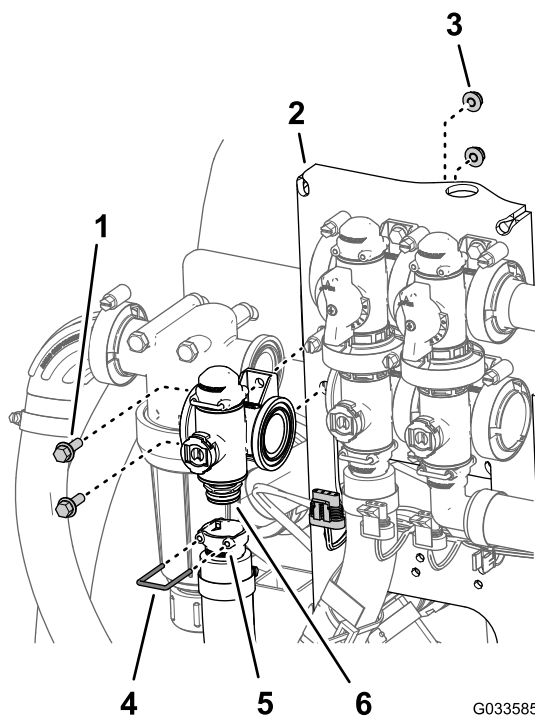

Рисунок 114
- Снимите держатель, который крепит выпускной штуцер к муфте коллектора клапана управления нормой внесения (Рисунок 114).
- Отверните 2 болта с фланцевыми головками (1/4 x 3/4 дюйма) и 2 фланцевые контргайки (1/4 дюйма), с помощью которых клапан управления нормой внесения присоединяется к опоре крепления клапанов, и снимите коллектор клапана с машины (Рисунок 114).